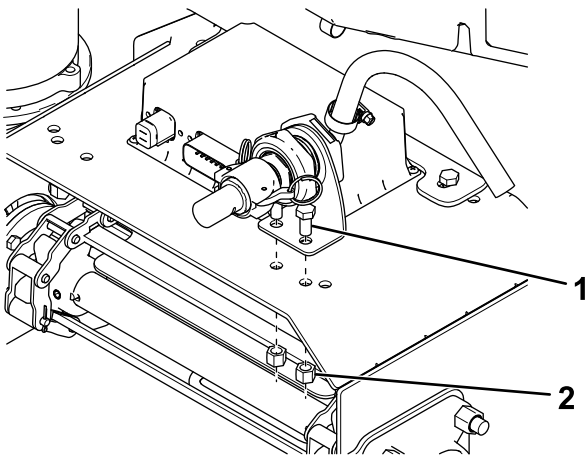

**Bild 10**
- Montieren Sie bei Streuern mit Förderschnecke die Halterung durch die Förderschnecke, wie in Bild 10 dargestellt.